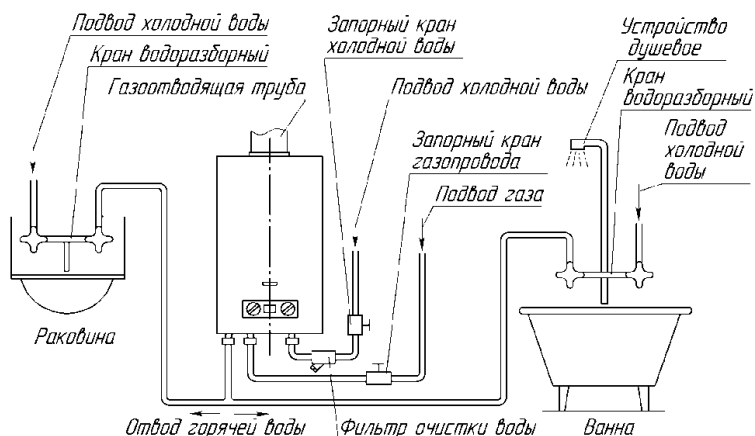

Рисунок 5. Схема установки аппарата
7.1.10. Схема установки (подключения) аппарата приведена на рис. 5. Рекомендуется сначала подключить аппарат к водопроводной сети, заполнить систему аппарата водой и затем подключить его к газовой сети.
7.3.1. Для увеличения срока службы аппарата и улучшения его эксплуатационных характеристик рекомендуется устанавливать перед аппаратом фильтр очистки воды (рис. 5).
7.3.2. Для облегчения последующего технического обслуживания необходимо установить перед аппаратом запорный кран на трубопроводе подвода холодной воды (рис. 5). Запорный кран должен быть легко доступен.